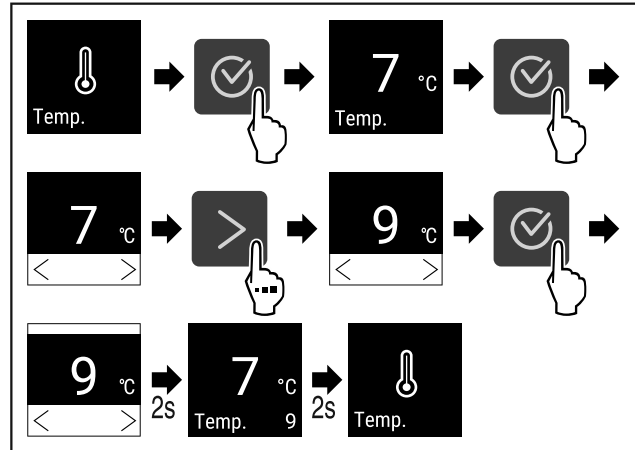

Fig. 66 Смена температуры с 7°C на 9°C
- ▶ Выполните шаги действия (см. Fig. 66).